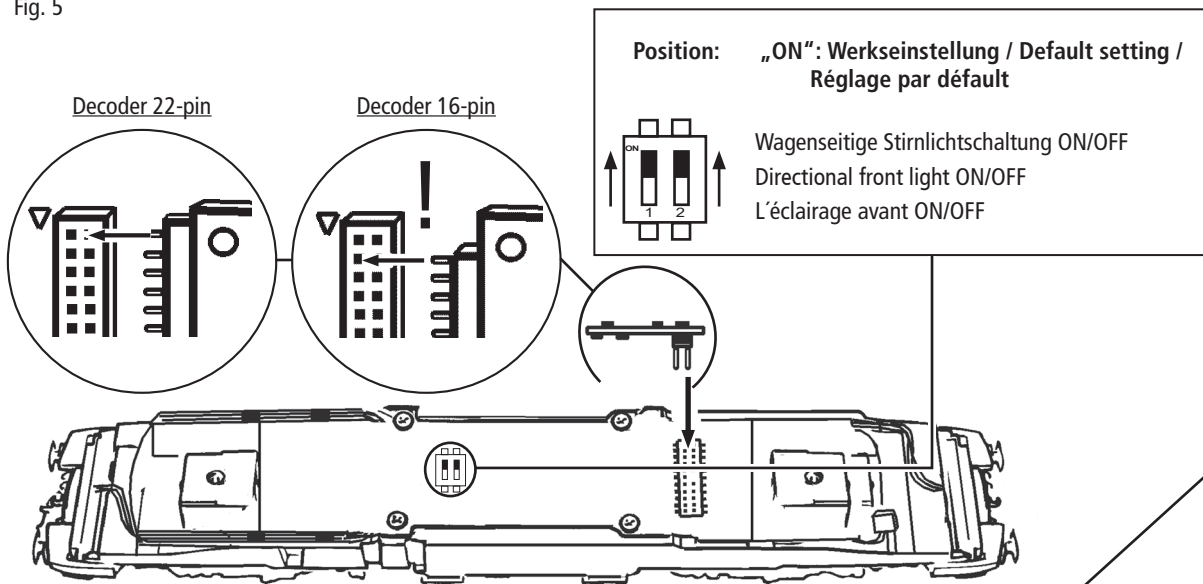

Fig. 7
3. Haftreifenwechsel: Zuerst den Getriebedeckel abnehmen (Fig. 4). Danach den **Radsatz** herausnehmen und die **Haftreifen** mit einer Nadel od. mit einem feinen Schraubendreher abziehen (Fig. 7). Beim Aufziehen der neuen Haftreifen darauf achten, dass diese sich nicht verdrehen.
3. Change of traction tyre: Remove the gear cover (fig. 4). Take out **wheel set** and remove **traction tyre** using a pin or a fine screwdriver (fig. 7). When pressing on the new traction tyre please **avoid twisting it**.
3. Échange des bandages d'adhérence: Démontez d'abord **le couvercle du carter des engrenages** des engrenages (fig. 4). Délogez ensuite les essieux bandagés et enlevez, à l'aide d'une aiguille ou d'un tournevis fin, les bandages d'adhérence (fig. 7). Lors du montage des nouveaux bandages veuillez veiller à ce que les bandages **ne soient pas tordu**.